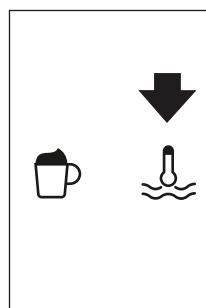

Рис. 27
- Нажмите значок ⚡ (B13) (Рис. 27).